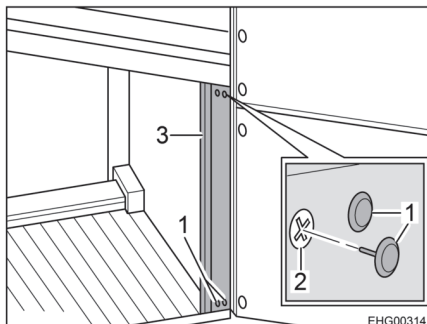

Fig. 88 Diaframma sulla coda del veicolo
Per accedere alle luci posteriori di destra del veicolo è necessario rimuovere il diaframma (Fig. 88,3).
- Rimuovere le quattro coperture delle viti (Fig. 88,1).
- Svitare le quattro viti a croce (Fig. 88,2).
- Rimuovere il diaframma (Fig. 88,3). Ora è possibile accedere alle luci del veicolo.